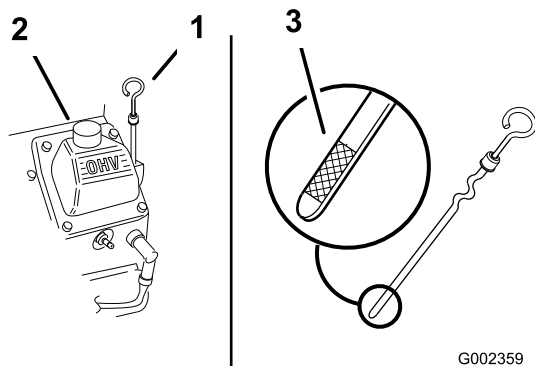

Bild 17
2. Reinigen Sie den Bereich um den Ölpeilstab (Bild 17), damit kein Schmutz in den Einfüllstutzen gelangen und den Motor beschädigen kann.
3. Nehmen Sie den Peilstab heraus und wischen Sie ihn ab. Stecken Sie ihn dann ein (Bild 17).
Der Ölstand sollte an der Voll-Marke am Metallende des Ölpeilstabs liegen (Bild 17).
5. Wenn der Ölstand unter der Voll-Marke liegt, nehmen Sie den Fülldeckel ab (Bild 17) und gießen Sie genug Öl ein, um den Ölstand bis zur Voll-Marke anzuheben. **Füllen Sie nicht zu viel ein.**